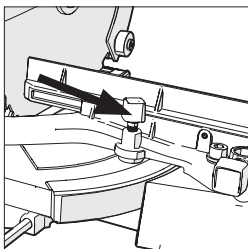

Fig. 20
- Afloje el tornillo de bloqueo de inglete (**Fig. 20**) girándolo en sentido antihorario.